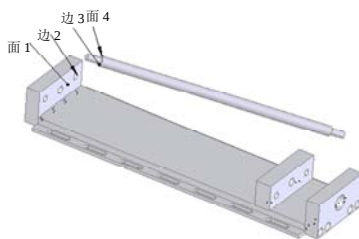

图 10-81 插入光杠后的图形
①插入光杠。执行[插入]||[零部件]||[现有零件/装配体]菜单命令，插入光杠，具体步骤可以参考上面的介绍，将光杠插入到图中合适的位置，结果如图 10-81 所示。
②添加配合关系。执行[插入]||[配合]菜单命令，或者单击[装配体]控制面板中的[配合]按钮，将图 10-81 中的边 2 和边 3 设置为[同轴心]配合关系；将面 1 和面 4 设置为[重